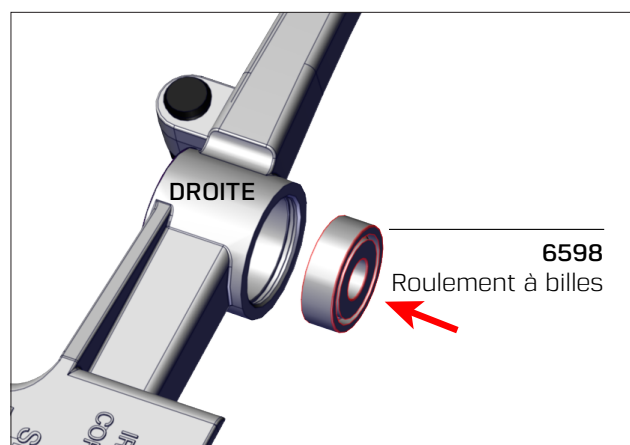

Fig. 15.
- D. En travaillant depuis le côté extérieur du moyeu du bras d'entraînement DROIT, insérez un roulement à billes neuf n° 6598. Poussez le roulement dans l'alésage du moyeu par simple pression du doigt (voir Fig. 15).